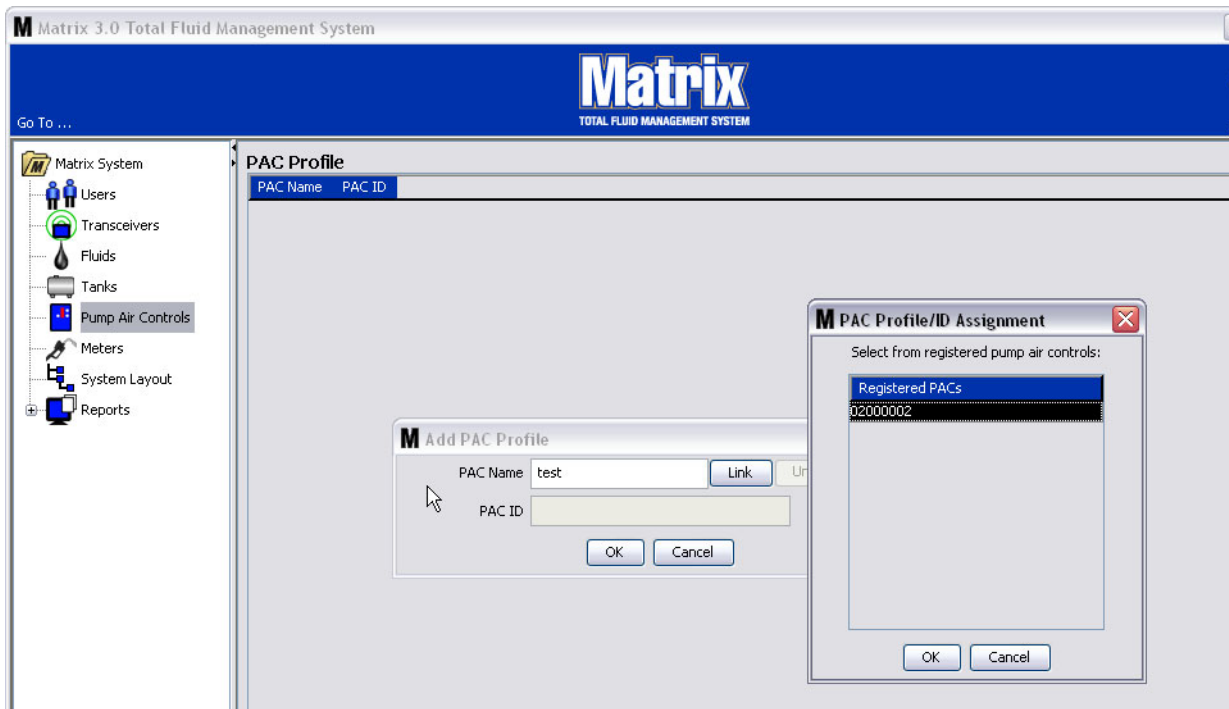

FIG. 81
4. Dopo aver nominato il PAC, fare clic sul pulsante Link (Collega).   visualizzata la schermata Profile/ID Assignment (Assegnazione profilo/ID) mostrata nella FIG. 81. Dall'elenco dei controlli d'aria della pompa registrati, selezionare un PAC dall'elenco. Fare clic su OK per chiudere la schermata e salvare le modifiche. Una descrizione completa della procedura della registrazione PAC   fornita nel manuale di istruzioni del controllo dell'aria della pompa. Le istruzioni sono inoltre fornite nella sezione "Come registrare un controllo dell'aria della pompa" nell'Appendice A di questo manuale a pagina 107.